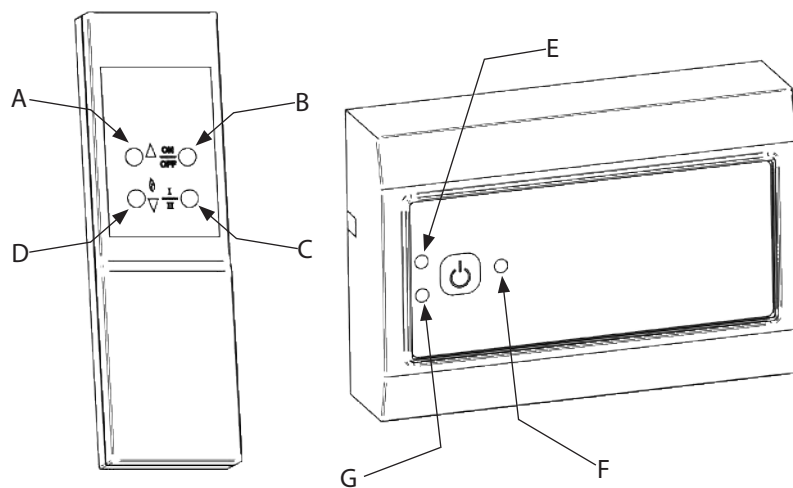

Fig.12
- Pres samtidig ON/OFF-knappen (fig. 12-B) og Brænder-knappen (fig. 12-D) i mindst et sekund for at tænde.
- Funktions-dioden (fig. 12-E) vil blinke GRØNT indtil korrekt aftræk bekræftes, hvis dioden blinker GULT skal spjældet åbnes, og ildstedet vil tændes.
- Hvis der er mulighed for ændring af flammebilledet, kan dette ske på høj/lav knappen (fig. 12-C), funktionsdioden vil blikke en gang for lav og to gange for høj.
- Hastigheden på røgsugerer kan justeres ved at aktivere hastighedsknappen (fig. 12-A og 12-D) imens vil funktionsdioden blinke. Hastigheden kan ikke reguleres under sikkerhedsniveauet.
- For at slukke påvirkes ON/OFF-knappen igen (fig. 12-B).
- Ventilationsfunktionen kan kun aktiveres ved at trykke 5 sekunder på ON/OFF-knappen (fig. 12-B) på fjernbetjeningen. Funktionsdioden lyser konstant GULT når funktionen er aktiv.
- Tryk på ON/OFF-knappen (fig.12-F).
- Funktions-dioden (fig. 12-E) vil blinke GRØNT indtil korrekt aftræk bekræftes, hvis dioden blinker GULT skal spjældet åbnes. Derefter skifter funktions-dioden til konstant GRØN og ildstedet kan tændes.
Funktions-diode (Fig. 12-E)
Alarm diode (Fig. 12-G)
Hvis alarm-dioden (fig. 12-G) tænder under drift, så tryk på ON/OFF-knappen to gange for at stoppe røgsugeren og genstarte styringen. Hvis alarm-dioden stadig lyser efter nulstilling, se venligst afsnittet "Fejlfinding" for hjælp.
Tryk på ON/OFF-knappen (fig. 12-F) i minimum 4 sekunder vil forøge røgsugerens hastighed under drift. Den forøgede hastighed vil blive annulleret, når styringen slukkes.